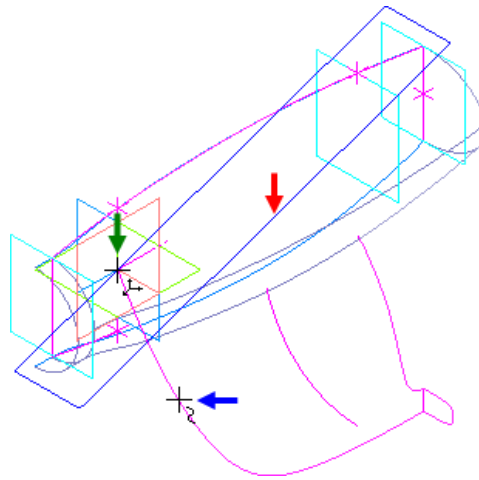

Рисунок 20.
- Укажите кривую в Эскиз:1 (синяя стрелка) и точку начала координат (зеленая стрелка) — будет построена вспомогательная плоскость (красная стрелка) (рис. 20).